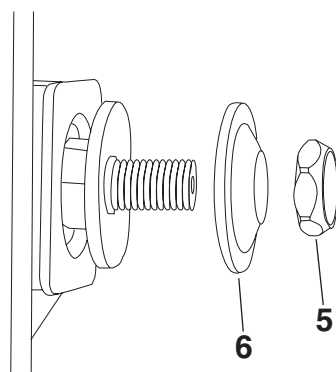

FIG. 16
3. Remove the arbor nut **5** and flange **6** (Fig. 16).
5. Install the flange **6** against the blade **3** and thread the arbor nut **5** as far as possible by hand. Ensure that the blade is flush against the inner blade flange (Fig. 16).
3. Retirez l'écrou de fixation de l'arbre **5** et la bride **6** (Fig. 16).
5. Installez la bride **6** contre la lame **3** et enfillez l'écrou de fixation de l'arbre **5** aussi loin que possible à la main. Assurez-vous que la lame est au ras de la bride intérieure de la lame (Fig. 16).
3. Retire la tuerca del eje portaherramienta **5** y la pestaña **6** (Fig. 16).
5. Instale la pestaña **6** contra la hoja **3** y enrosque la tuerca del eje portaherramienta **5** tanto como sea posible con la mano. Asegúrese de que la hoja esté al ras contra la pestaña interior de la hoja (Fig. 16).